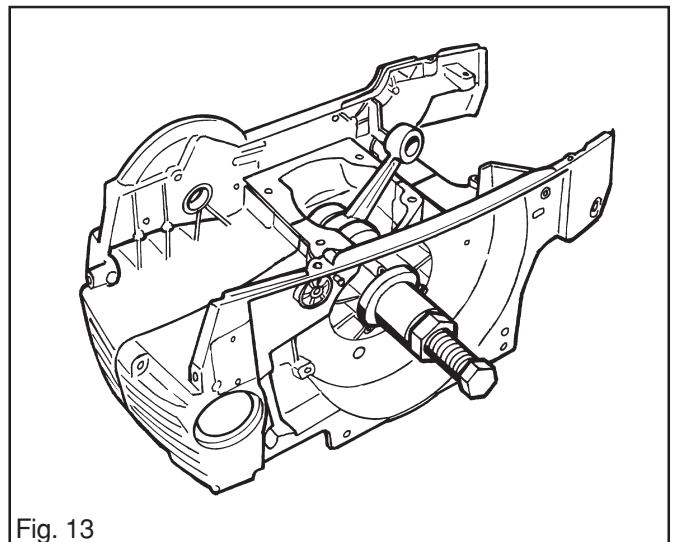

Fig. 13
- Utiliser l'outil 502 50 30-17 pour mettre en place le demi-carter du côté rotor volant. Serrer jusqu'à ce que la garniture soit bloquée entre les deux demi-carter. Voir la fig. 13.